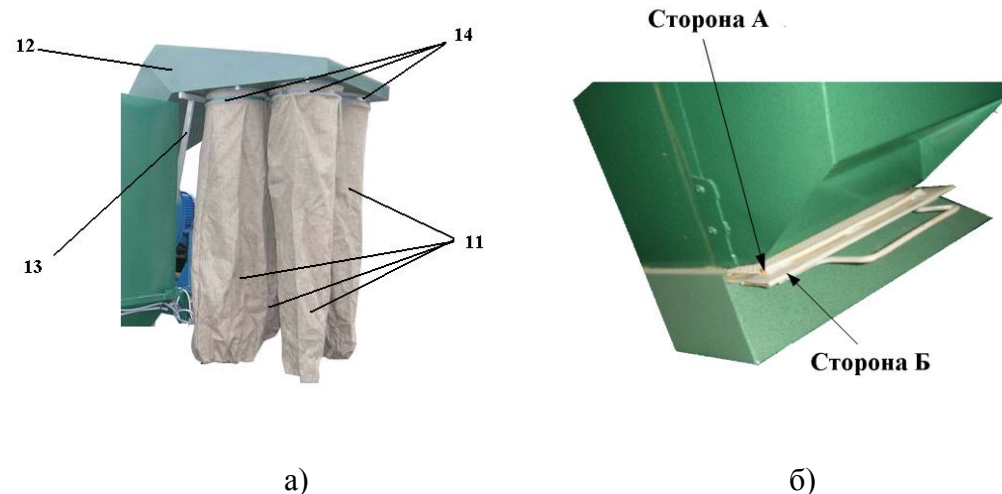

Рис.8 Установочные узлы
- закрепите фильтр элемент (мешок) 11 на корпус фильтра 12 при помощи хомута 14 (рис. 8,а);
- установите на ПСМ поддерживающую сетку 4 (рис.8,б). Рабочее положение сетки , сторона А должна быть обращена вверх, а тыльная часть поддерживающей сетки , сторона Б соответствующая плоскости крепления ручки сетки должна быть строго обращена вниз.